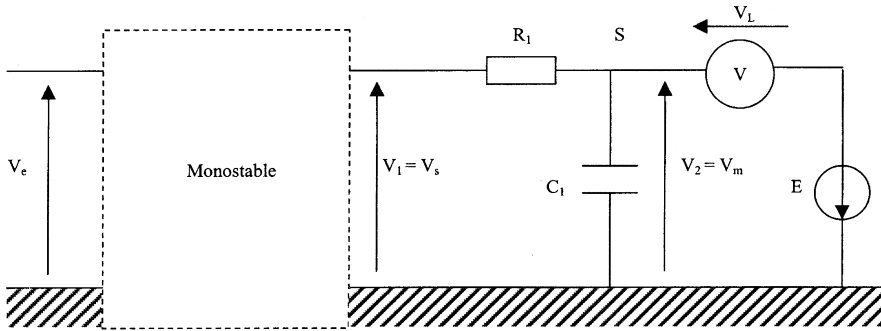

Figure 3
- 7- On branche maintenant le filtre du 5- à la sortie du monostable : $V_s = V_1$ (voir figure 3). Comment doit-on choisir R_1 et C_1 pour que $V_2 \approx \text{cte} = V_m$ lorsqu'on envoie les impulsions décrites au 4- ? Dans ce cas, on branche un voltmètre (de résistance considérée comme infinie) entre le point S et la borne -E de l'alimentation symétrique. Montrer que la tension lue (V_L) est proportionnelle à la fréquence f des impulsions.